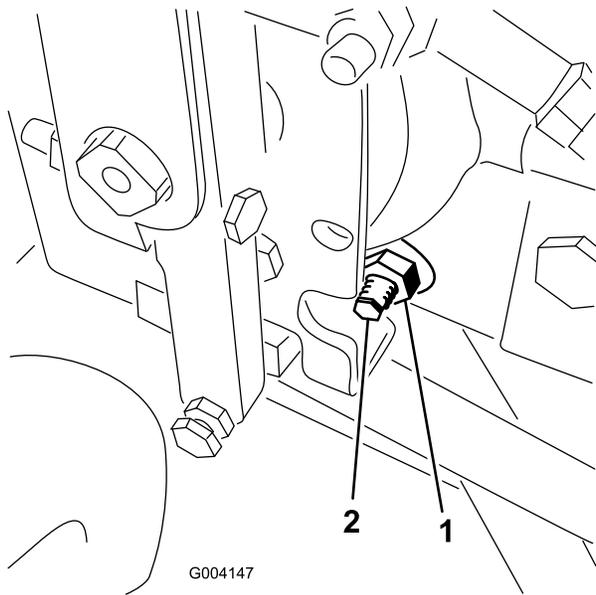

図 68
4. ハイドロスタットの右側にあるトラクション調整カムのロックナットをゆるめる（図 68）。